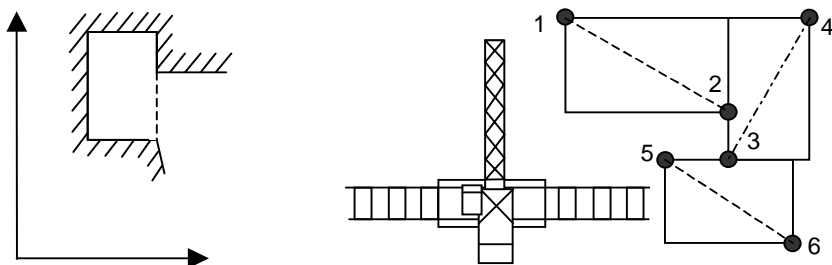

Рисунок 30 - Варианты построения погрузочно-разгрузочных площадок
Разгрузочная площадка состоит из прямоугольных участков (до десяти) и при установке координатной защиты разгрузочной площадки вводятся координаты точек, принадлежащих концам диагоналей этих "прямоугольников" (см.рисунок 30). Стороны "прямоугольников" располагают параллельно осям системы координат.
- подведя крюковую обойму к первой заранее намеченной точке (Рисунок 30) зафиксировать ее координаты нажатием кнопки" \downarrow " ;